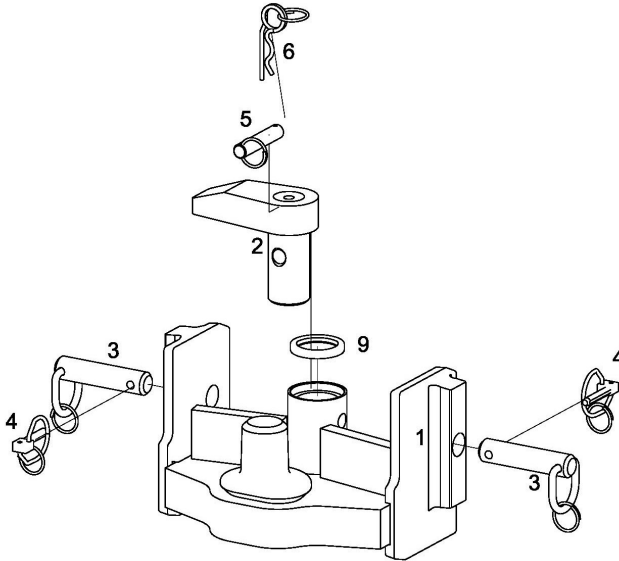

Figura 2 – Telaio Piton con dispositivo di fissaggio manuale
3.1 DISPOSITIVO DI FISSAGGIO MANUALE (VEDERE FIGURA 2)